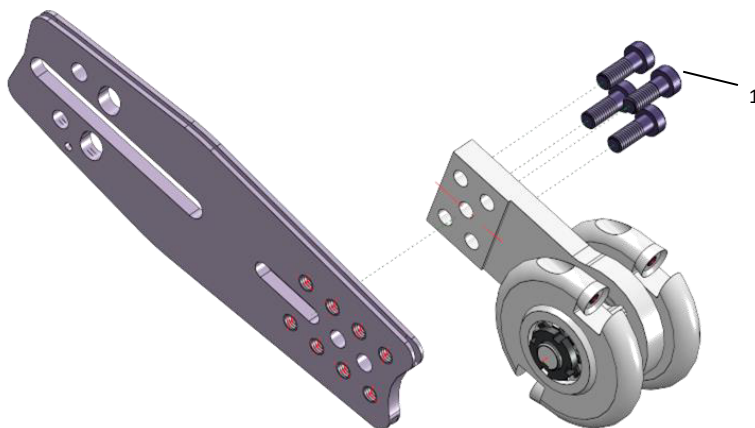

Bild 1. Montering av fräsenhet ETH-C-Mini
- Montera trågurgörpningsenheten med de 4 cylinderskruvarna (1-Bild 1). För de flesta sågar är positionen för de två mittersta hålen korrekt. Om kedjan är för kort eller för lång när du spänner den, använd någon av de andra positionerna.